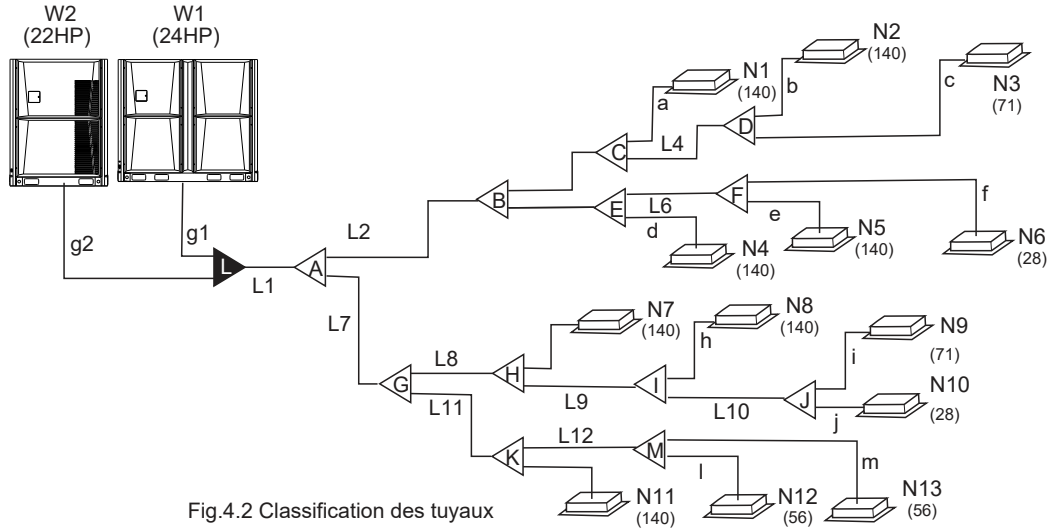

Fig.4.2 Classification des tuyaux
2) Ex : La capacité des unités intérieures inférieures après L2 dans la Fig.4.2 est de $140 \times 4 + 28 + 71 = 659$, donc les tuyaux de gaz et de liquide sont respectivement : 1" 1/8 et 5/8.